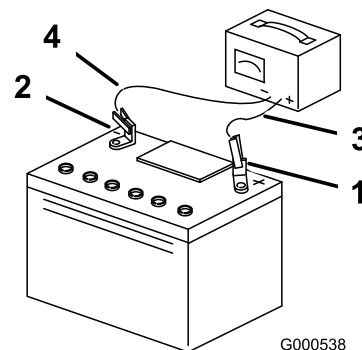

Figura 44
4. Quando la batteria è completamente carica, staccate il caricabatterie dalla presa elettrica e scollegate i cavi di ricarica dai poli della batteria (Figura 44).